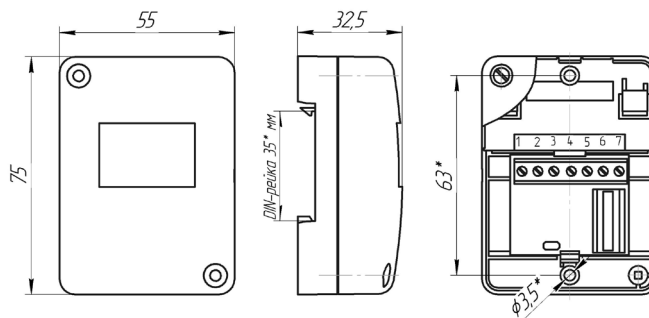

Рис.1. Габаритные и установочные размеры модуля.
2.1.2. Габаритные и установочные размеры модуля показаны на рис.1, принципиальная схема подключения - на рис.2.